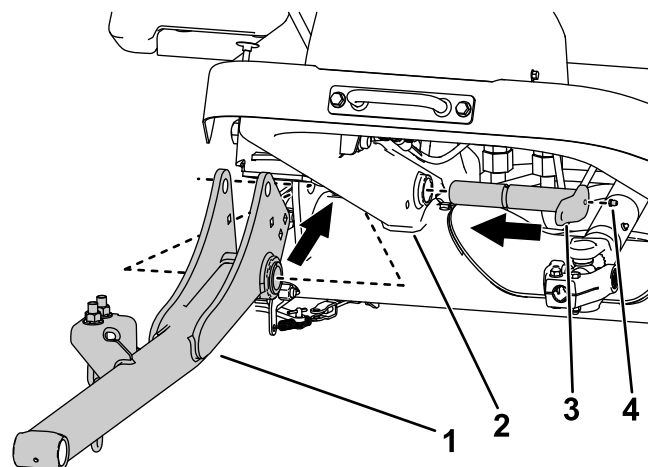

図 5
3. 大きいピンにグリスフィッティングを取り付ける 図 5。
2. 大きいピン 2 本を使用して昇降アームをマシンのフレームに取り付ける 図 5。